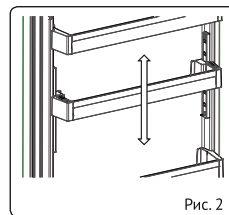

Рис. 2
1) Расположите дверную полку на желаемой высоте, перемещая ее вертикально. После этого отпустите кнопки, расположенные по сторонам полки (рис. 2).